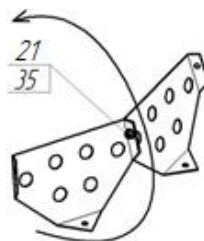

Рис. 16
3.11. Преодолевая усилие пружины (17), оттянутьфиксатор (4)вниз и повернуть емкость на удобный угол. Прикрепить лопасти (6) к емкости нижней (8) и емкости верхней (19), с помощью болтов (22), шайб (13) и гаек (35), при этом, шайбы установить с наружной стороны ёмкостей.
**Возможна комплектация бетоносмесителя сборными лопастями (рис. 16).** В этом случае необходимо две полу-лопасти скрепить между собой болтом (21) и гайкой (29). После установить в бетоносмеситель по направлению вращения ёмкости (указано на рис. 16 стрелкой)с помощью болтов (22), шайб (13) и гаек (35).